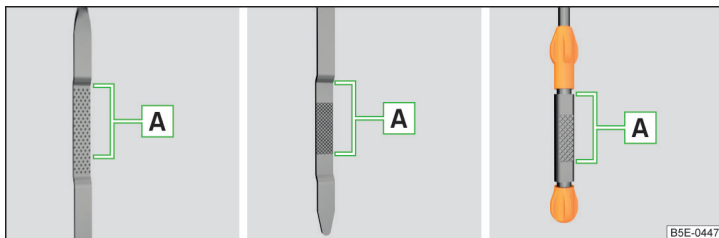

Fig. 187 Prezentarea în principiu: Joja de ulei
Joja de ulei » fig. 187
■ Nivelul de ulei nu are voie să fie în niciun caz sub sau deasupra domeniului **A** » fig. 187 - există pericol de deteriorare motorului, precum și a instalației de evacuare a gazelor arse!